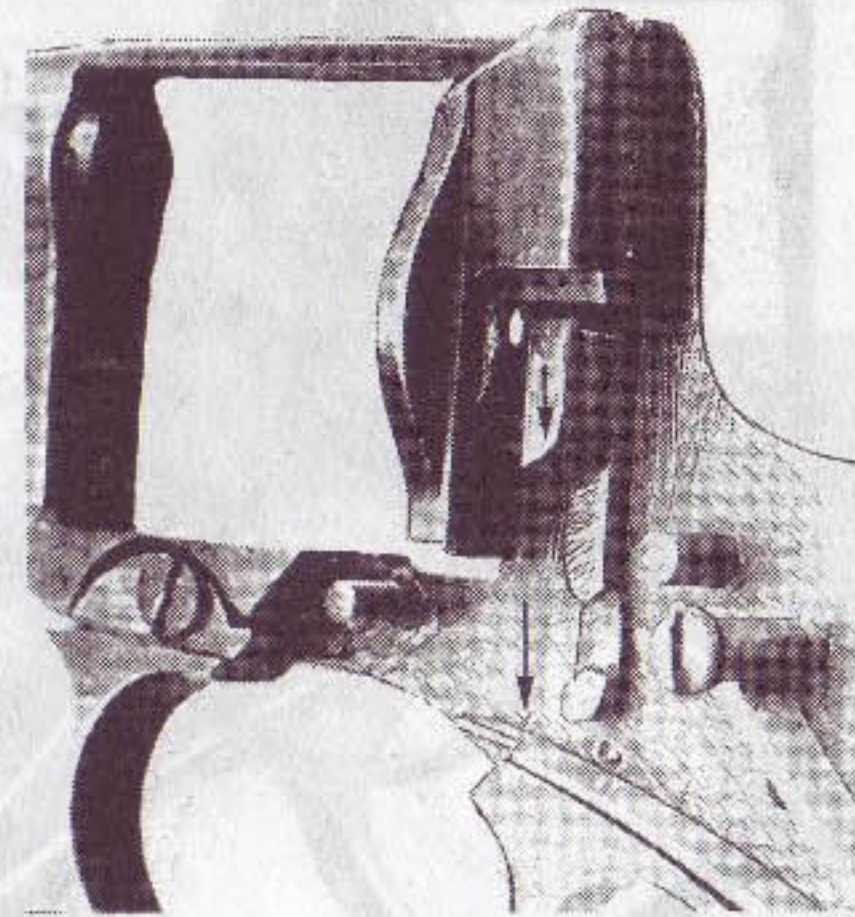

Рис. 71. Ползун опустить вниз и отсоединить
- ◆ отделить ползун от рамки, предварительно отведя его насколько можно вниз (рис. 71, 72);